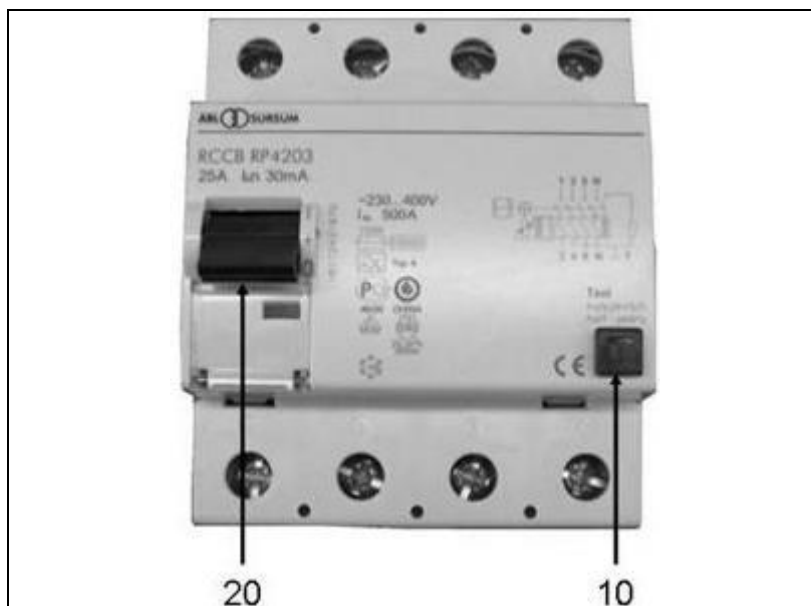

Abb. 5-1: FI- Schutzschalter
2. Zusätzlich ist durch den Benutzer monatlich durch Betätigen der Prüftaste (siehe Abb. 5-1-(10)) der Fehlerstrom-Schutzeinrichtung (RCD) die mechanische Funktion der Auslösung zu prüfen.
2. Schutzschalter (siehe Abb. 5-1-(20)) in Pos-1 bringen.
3. Testschalter (siehe Abb. 5-1-(10)) betätigen.
- ✓ Die Position des Schalters (siehe Abb. 5-1-(20)) zeigt das Ergebnis an: